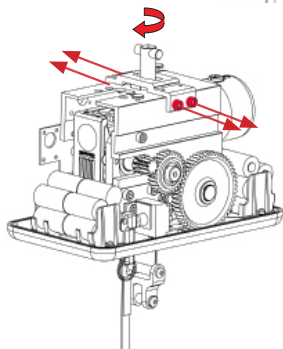

Figura 6; Regolazione della staffa di sgancio del carrello
- II. Svitare le quattro viti che fissano la staffa superiore in posizione. Ruotare la staffa di sgancio del carrello all'angolazione desiderata, Figura 6.
- 6) Collegare il cavo rosso al contatto per il caricabatterie sul lato destro, cioè il lato positivo del lamierino del caricabatterie, e il cavo nero sul lato sinistro (negativo) come in Figura 6.